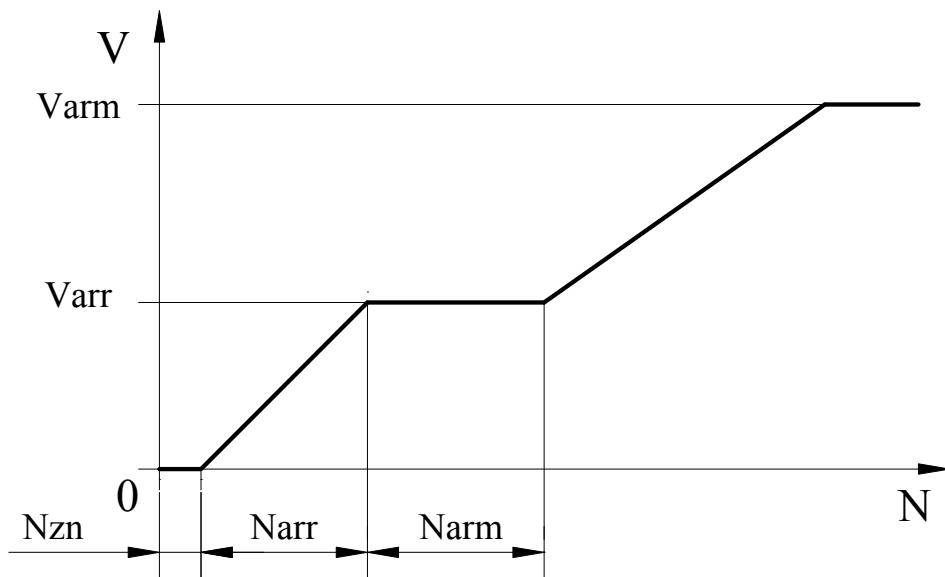

Рис.5. Скорости удержания в зависимости от модуля отклонения от точки удержания.
- 3.9.7.5. **Номер 4** – Varr (мм/сек) – малая скорость движения при удержании (арретировании) **(рис.5)**.
- 3.9.7.6. **Номер 5** – Varm (мм/сек) – максимальная скорость движения при удержании (арретировании) **(рис.5)**.
- 3.9.7.7. **Номер 6** – Narm (мм) – участок скорости движения при удержании (арретировании), где $V=Varr$ **(рис.5)**.